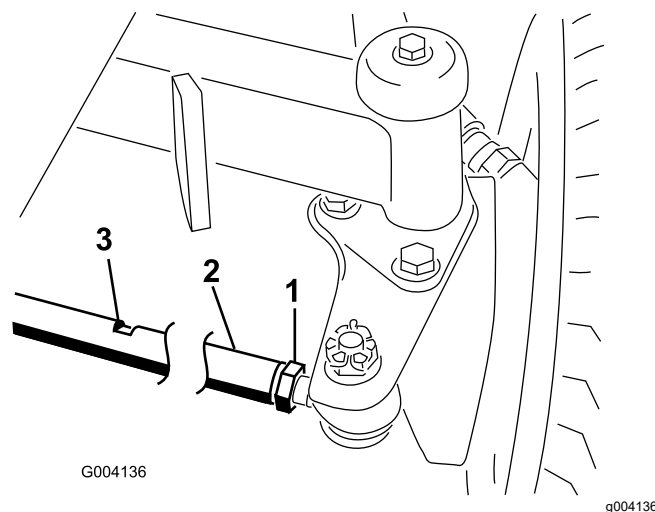

Figure 134
1. Desserrez l'écrou de blocage à chaque extrémité de la biellette (Figure 134).